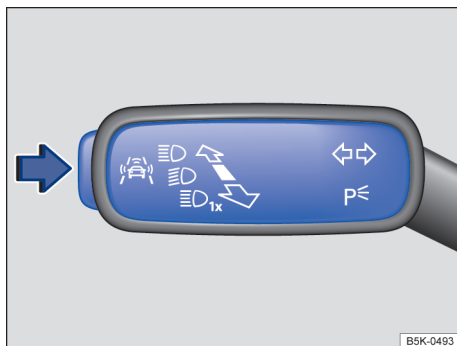

Fig. 26 Na alavanca dos indicadores de direção e do farol alto à esquerda da coluna de direção: botão dos sistemas de assistência ao condutor.
- Pressionar o botão → Fig. 26 no sentido da seta para acessar o menu **Assistentes**.